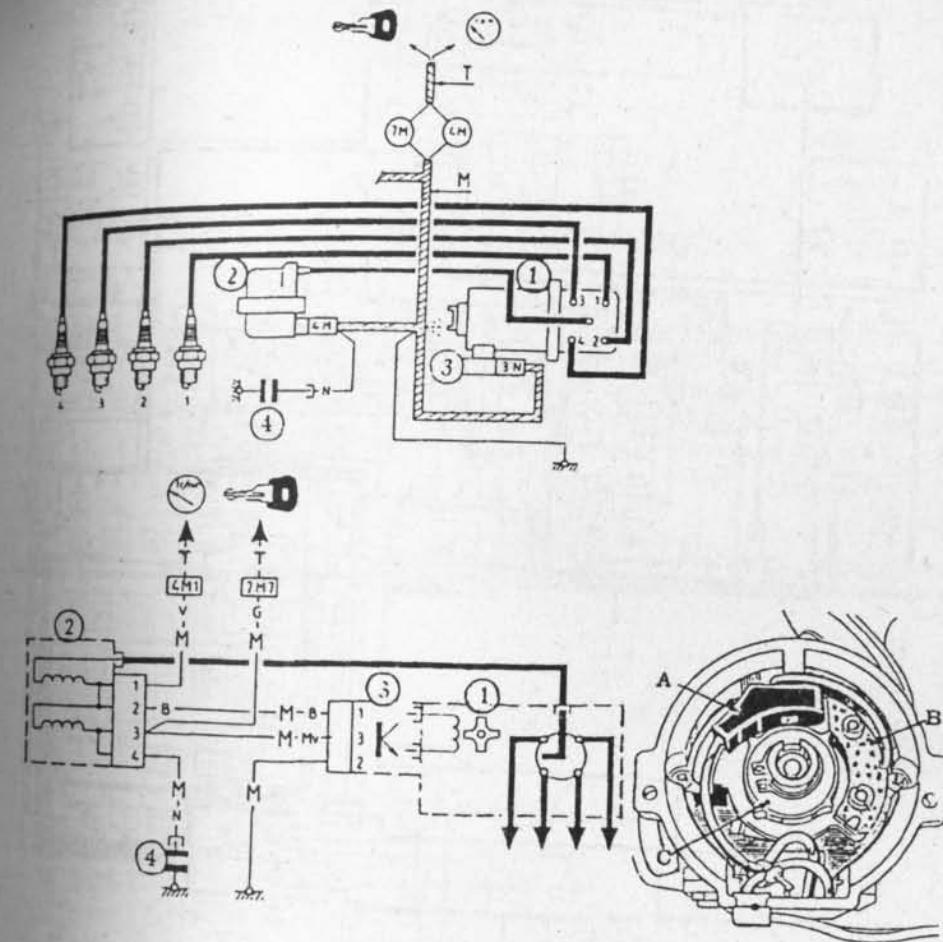

Fig. 4.21.— Encendido electrónico Citroën
**14. Encendido electrónico.**— Los motores Citroën AX, BX y otros, tienen encendido electrónico, sin contactos. Consta de un generador de impulsos de inducción (1) (Fig. 4-21), de una bobina especial (2), del módulo electrónico (3) y del condensador (4).